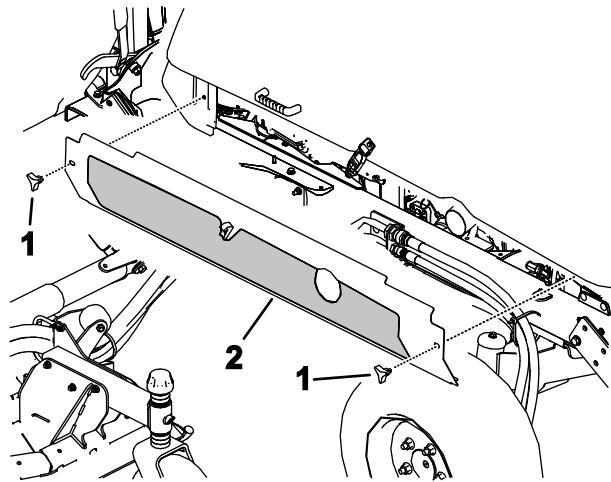

Рисунок 108
4. Ослабьте ручки и снимите оба боковых кожуха (Рисунок 108).
- Установите боковые кожухи (Рисунок 108).